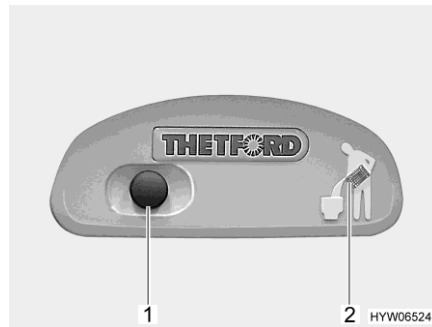
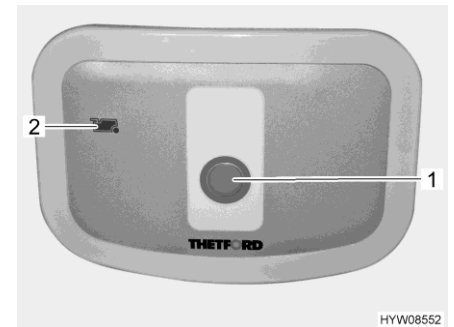

Fig. 274 Botón del inodoro/luz de control del inodoro Thetford
Fig. 275 Botón del inodoro/luz de control del inodoro Thetford (alternativa)
- Para lavar, pulsar el botón del inodoro azul (Fig. 274,1 ó Fig. 275,1).
La luz de control (Fig. 274,2 ó Fig. 275,2) se enciende cuando es necesario vaciar el depósito de aguas fecales.